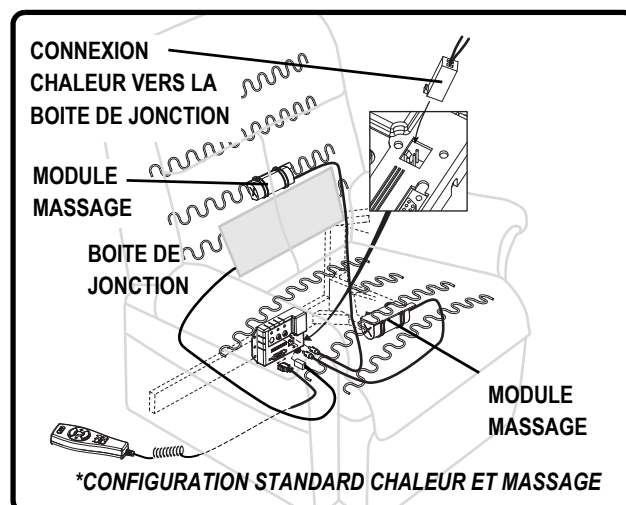

Figure 4.3 Connexions du faisceau
- Connectez le faisceau de la manette de commande au fauteuil auto-souleveur et le faisceau de chaleur/massage (si équipé) au fauteuil auto-souleveur (Fig. 4.3).